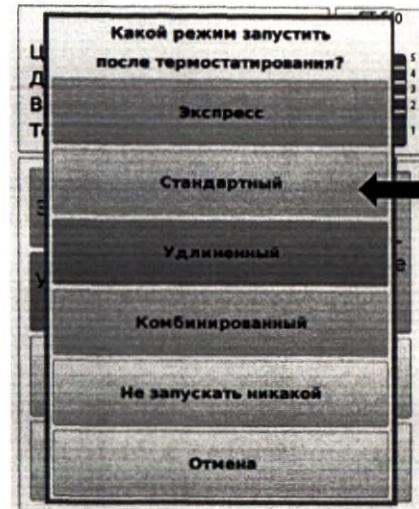

Рис.7
- после чего экран перейдет к виду (Рисунок 7)